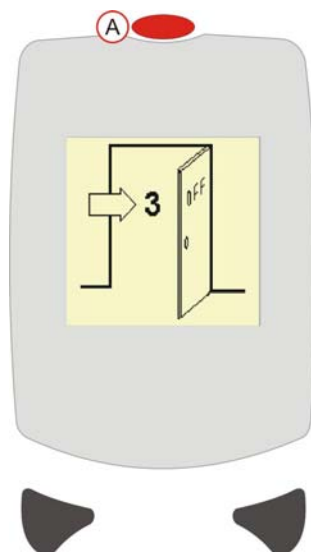

Figure 14 Mise hors tension
Une fois que les mesures requises ont été prises, appuyez et maintenez enfoncée la touche d'alimentation, voir la figure 14 (A) pendant trois secondes pour éteindre l'instrument. Une « porte » effectuant le décompte 3, 2, 1 sera affichée.